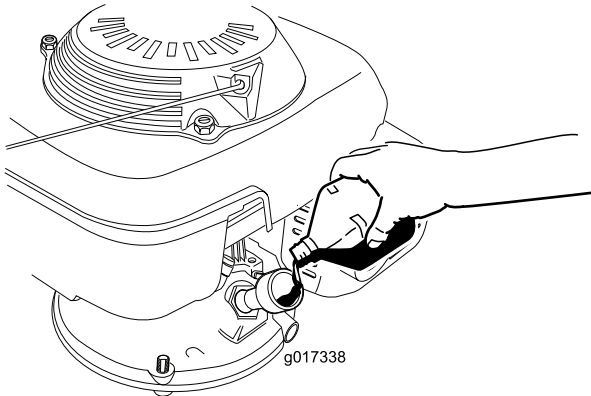

Bild 8
3. Gießen Sie **langsam** etwas Öl in das Füllloch, warten Sie drei Minuten und prüfen Sie den Ölstand am Ölpeilstab; wischen Sie den Peilstab ab und setzen Sie den Ölfülldeckel in das Loch, **schrauben Sie ihn nicht ein** (Bild 8).